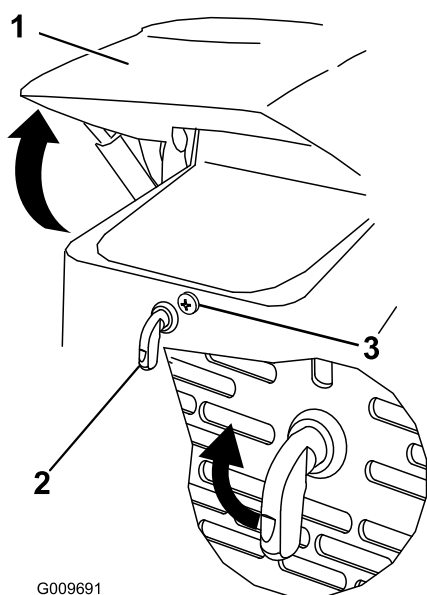

Рисунок 27
- Ослабьте запорный винт капота (Рисунок 27)
- Поверните защелку капота по часовой стрелке (Рисунок 27).
- Откиньте капот вверх (Рисунок 27).
- Затяните запорный винт капота, чтобы закрепить защелку (Рисунок 27).